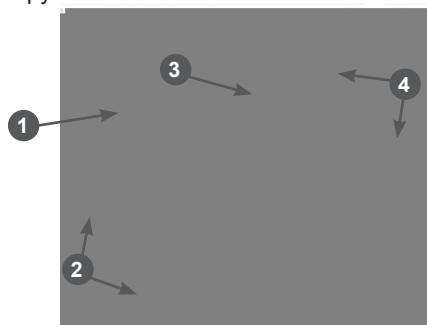

Рис. 4 Крепление нижней части рабочей рукоятки
4. Совместите отверстия на рукоятке 1 и кронштейне 3, вставьте в образовавшиеся отверстия болты 2 с квадратным подголовком и закрутите гайки 4 (Рис. 4). Точно также установите другую сторону нижней части рабочей рукоятки.